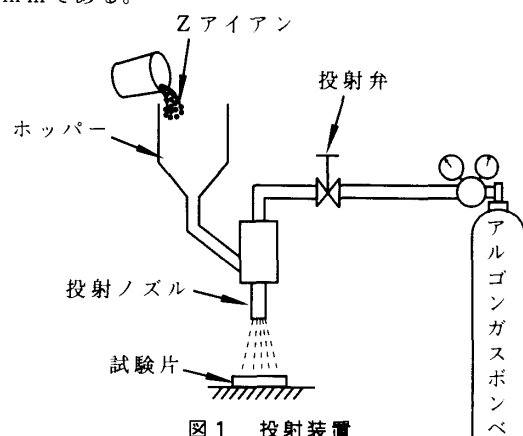

図1 投射装置
2. 実験装置及び試験片 投射装置の略図を図1に示す。投射ガスにはアルゴンガスを使い、ノズル直径は7 mmである。